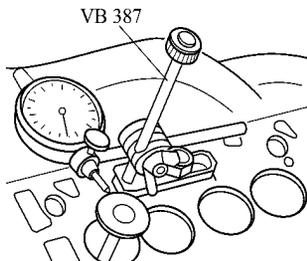

图 4 - 30 检查气门导管
(3) 检修气门导管 将气门杆插入到导管中,使气门末端与导管平齐。用百分表检查气门杆有无晃动现象,如图 4 - 30 所示。进气门杆在导管中晃动量最大为 1.0 mm,排气门杆在导管中晃动量最大为 1.3 mm。